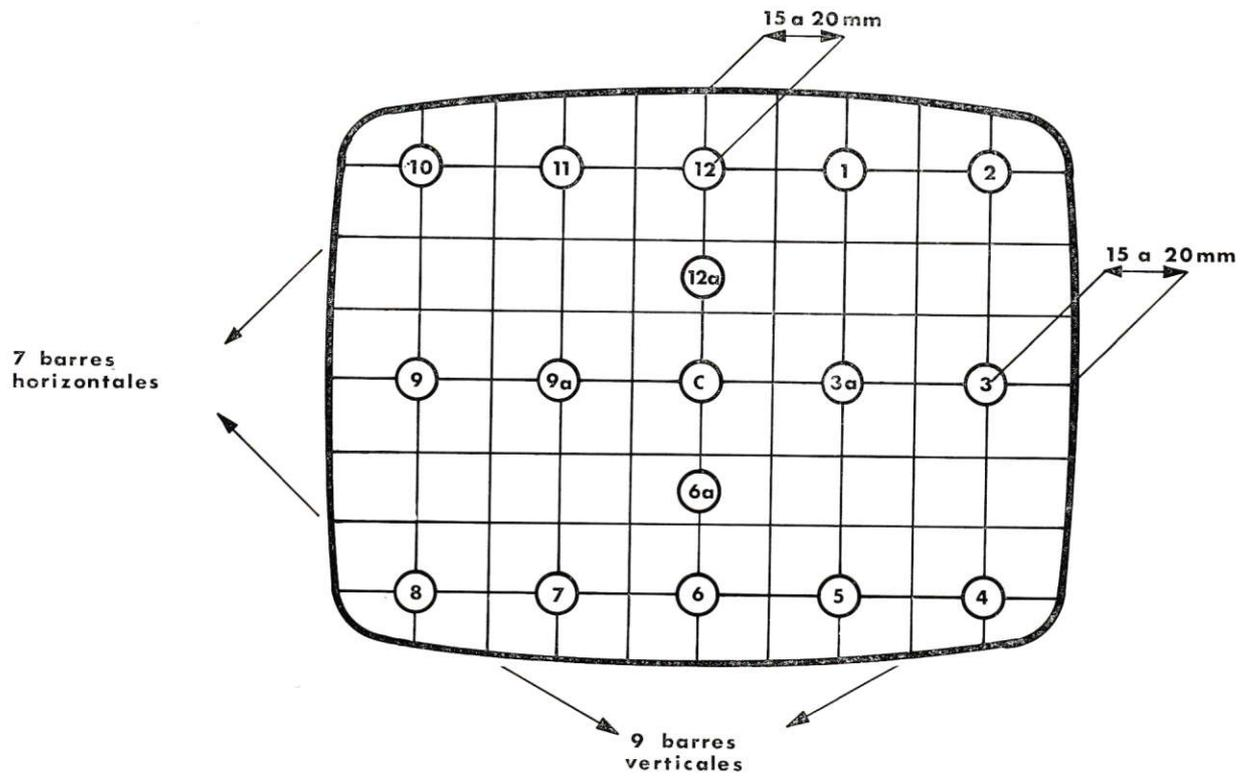
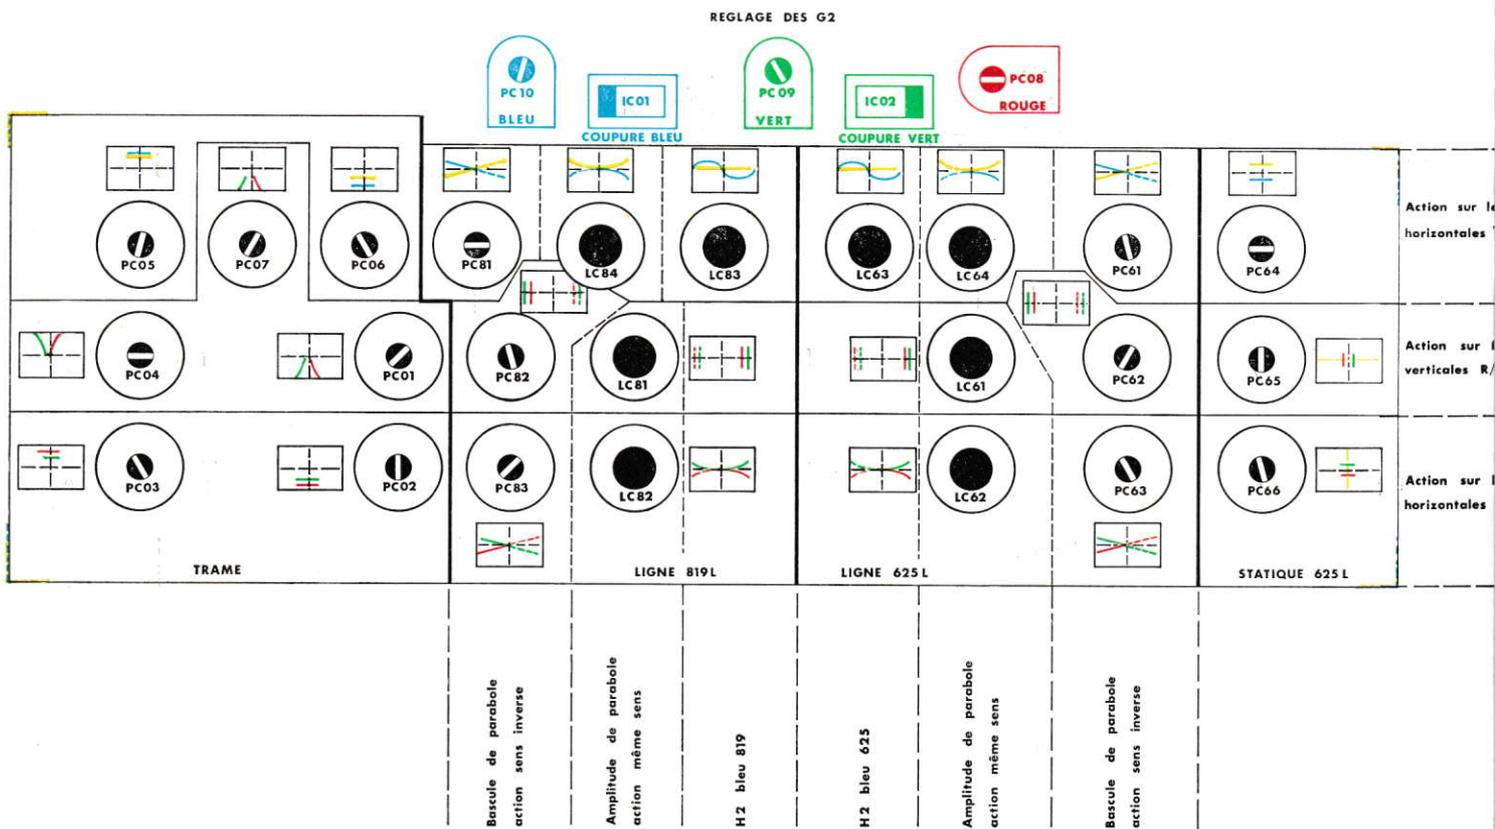

Fig. 21
Fig. 22
- **Zones d'observation : (12) - (12 a)** (fig. 21).
- Agir sur le potentiomètre PC 04 pour obtenir la convergence des verticales « **Rouge - Vert** » dans les zones (12) et (12 a).
- Régler le potentiomètre PC 03 pour converger les horizontales « **Rouge-Vert** » en (12) et (12 a). S'il y a lieu, revenir sur le réglage des verticales.
- Superposer les horizontales « **Bleu** » aux horizontales « **Jaune** » à l'aide de PC 05 dans les zones (12) et (12 a).
- **Zones d'observation : (3) - (3 a) - (9 a) - (9)** (fig. 21).
- **Zones d'observation** : (3) - (3 a) - (c) - (9 a) - (9) (fig. 21).
- Couper le canon bleu à l'aide de l'inverseur IC 01 (fig. 22).
- Observer les verticales R - V en (3) et (9).
- Observer les horizontales « **Rouge - Vert** » en (3) et (9).
- Le résultat de ces opérations doit conduire à l'obtention d'un quadrillage « **Jaune** » dans les zones (9), (9 a), (c), (3 a), (3).
- Superposer les verticales « **Rouge - Vert** » en (3) et (9) à l'aide de LC 61 (action même sens) et PC 62 (action sens inverse). Si nécessaire, retoucher à la convergence au centre (c) à l'aide du potentiomètre PC 65.
- Superposer les horizontales « **Rouge - Vert** » en (3) et (9) en agissant sur LC 62 (action même sens) et PC 63 (action sens inverse). Retoucher, s'il y a lieu, à la convergence au centre à l'aide du potentiomètre PC 66.
- Remettre en service le canon bleu (IC 01) (fig. 22).